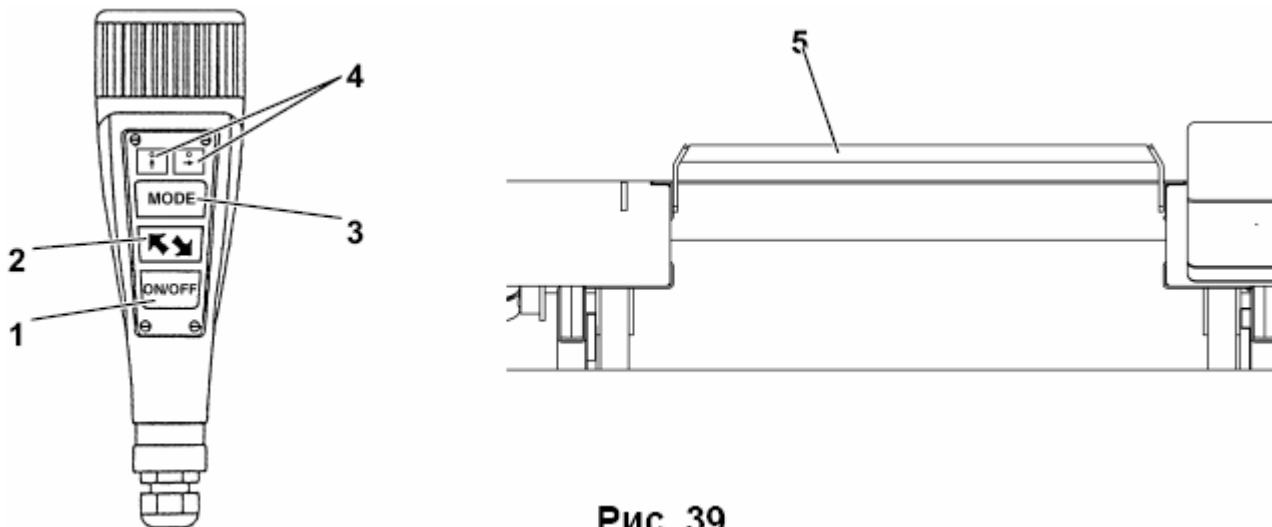

Рис. 39
**Включение** (см. Рис. 39) – Установите главный выключатель в положение 1 и нажмите кнопку (1): загорится свет и запустится гидроблок управления.
**Выключение** – Нажмите кнопку (1).
**Запуск пластин люфт-детектора** – Нажмите и отпустите кнопку (2).
**Включение** (см. Рис. 39) - Установите главный выключатель в положение 1 и нажмите кнопку (1): загорится свет и запустится гидроблок управления.
**Выбор типа вращения пластин люфт-детектора** – Нажмите кнопку (3) для выбора необходимого типа вращения (поперечное, продольное, диагональное).